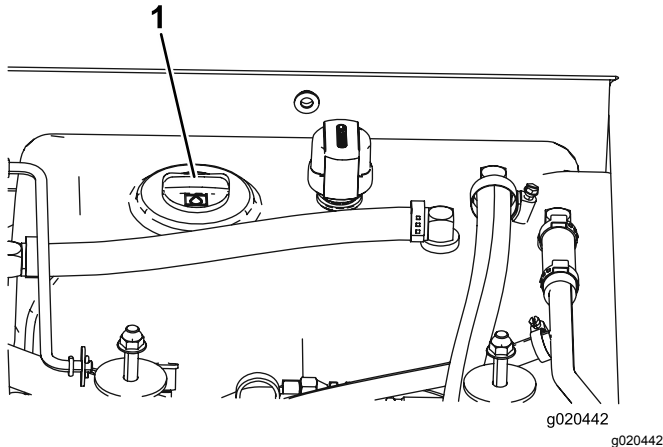

Bild 14
3. Reinigen Sie den Bereich um den Füllstutzen und den Deckel des Hydraulikbehälters (**Bild 14**). Drehen Sie den Deckel vom Einfüllstutzen ab.